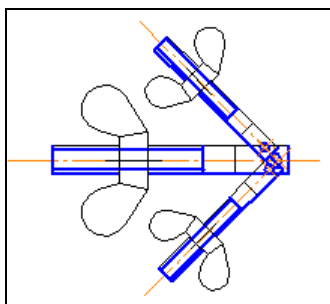

Рис. 2.29. Вставка фрагмента различными способами
- ◆ далее, не выходя из команды, сделайте еще две вставки данного фрагмента способами: **Внешней ссылкой** и **Рассыпать**, с углами поворота 45° и -60° , как на рис. 2.29. Сохраните как **фрагмент 2**.